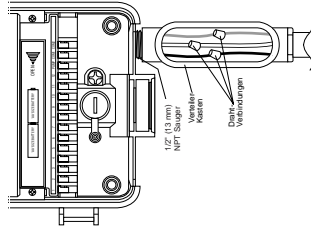

Abb. 24: Wechselstromverkabelung mit Abzweigkasten
- Schließen Sie die Stromquellenleitungen an den vom Controller ausgehenden Kabeln an. Achten Sie darauf, daß die Quellen-Erdung (oftmals ein grünes Kabel oder Blankkupferleiter) am grünen Kabel des Controllers angeschlossen wird. Das grüne Kabel MUSS angeschlossen werden! Schließen Sie die anderen Kabel auf entsprechende Weise an (siehe Abb. 24).